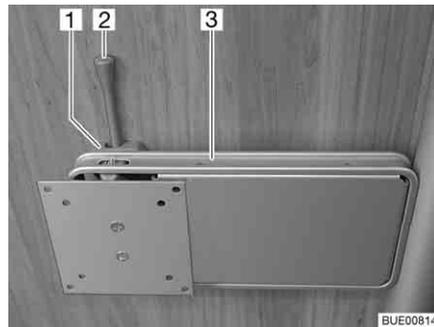

Fig. 51 Support sur colonne
- Pousser le levier de déverrouillage (Fig. 51,2) sur le côté et pivoter le support (Fig. 51,3) et l'écran plat pour les amener en position souhaitée.
- Pivoter l'écran plat en sens inverse, jusqu'à ce que le support (Fig. 51,3) s'enclenche dans le verrouillage (Fig. 51,1).